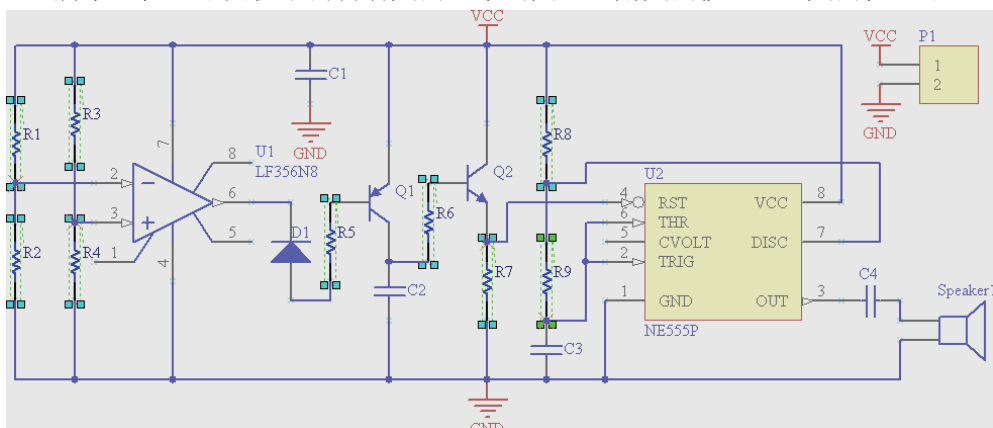
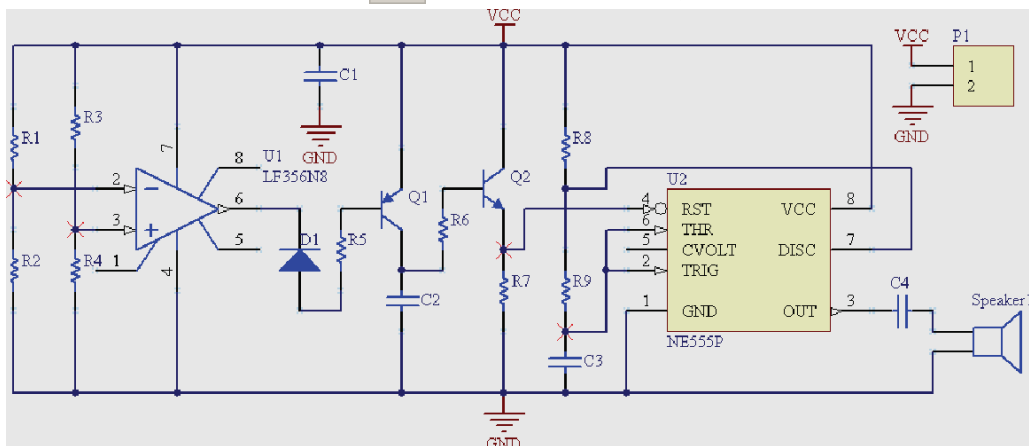

图 6-17 全局修改电阻符号
图 6-18 全局编辑后的电路图
(3) 修改完成后, 单击 按钮确定, 原理图中选中的元件将按修改后的参数值更改, 如图 6-17 所示。检查器面板不会自动关闭, 单击其右上角关闭按钮 , 关闭检查器。
(4) 单击编辑器右下角的清除 按钮, 取消过滤器, 使窗口恢复正常, 如图 6-18 所示。
注意: 图 6-17 和图 6-18 中电阻的符号使用了非国标符号, 这里只是为了直观地认识全局编辑的效果, 在实际应用中请使用国标符号。